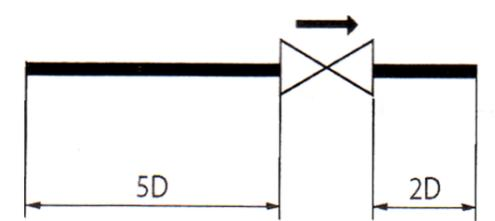

Рис.2
- Для корректной работы клапана длина прямого участка до клапана должна быть не меньше 5xDN и не менее 2x DN после него (См. Рис.2).